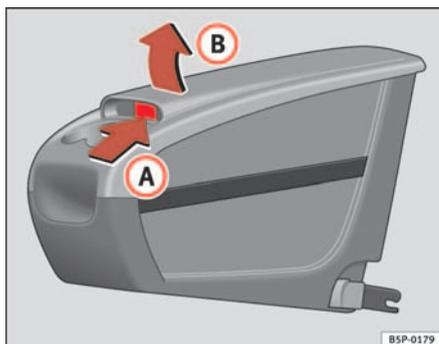

Fig. 111 Rangement mobile. Ouverture
- Levez le couvercle (B), par la zone (A) ⇒ page 147, fig. 111.